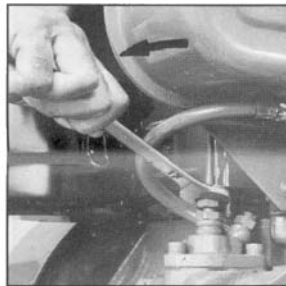

Рис. 21
9.3.2. Проверка затяжки болтов и гаек (рис. 21).